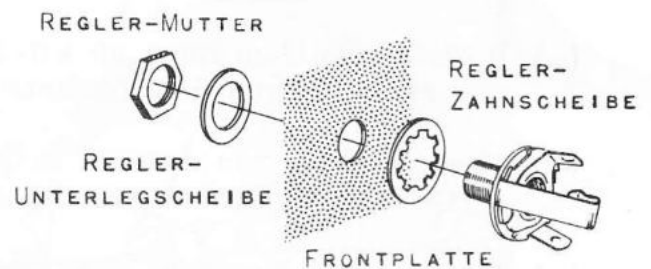

ABBILDUNG 1 C
- () Bauen Sie in gleicher Weise die schwarze Bananensteckerbuchse bei S auf der Frontplatte ein. Achten Sie auf die aus Bild 1 ersichtliche Lage der Lötfläche.